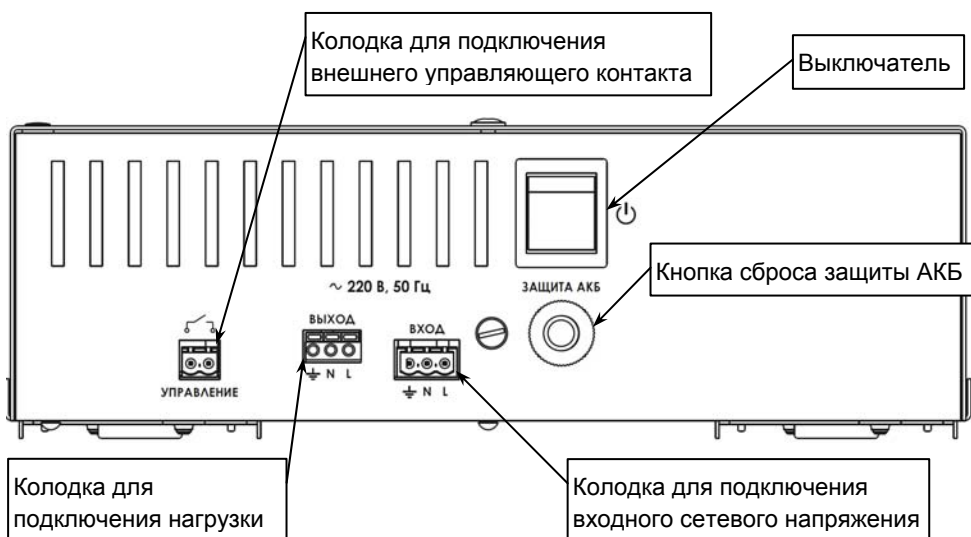
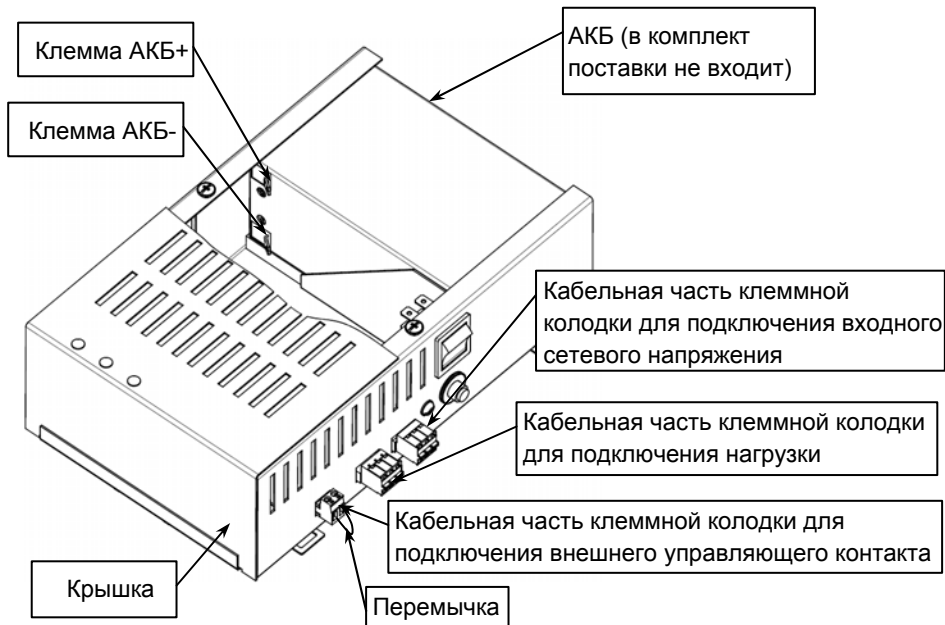

Рисунок 2- вид изделия со стороны подключения
Рисунок 3 — расположение АКБ и кабельных частей колодок
**Включение изделия** осуществляется выключателем  (см. рисунок 2). Клеммы колодки «УПРАВЛЕНИЕ» должны быть замкнуты внешним управляющим контактом или перемычкой (см. рисунок 3). После включения, изделие в течение 20 секунд тестирует состояние входного сетевого напряжения, индикатор «РЕЗЕРВ» светится. Если уровень сетевого напряжения находится в допустимом диапазоне, изделие подключает нагрузку к источнику сетевого напряжения, индикатор «РЕЗЕРВ» гаснет, индикатор «ОСНОВНОЙ» включается. В противном случае изделие питает нагрузку от АКБ (режим «РЕЗЕРВ»).
- открыть корпус изделия, сняв крышку и разместить в нем АКБ (см. рисунок 3);
- подсоединить к кабельной части разъемной колодки «УПРАВЛЕНИЕ» провода для подключения внешнего управляющего контакта или проводную перемычку (см. рисунок 3);
- Включить изделие выключателем (см. рисунок 2).
Включить изделие выключателем. Изделие выполнит те же действия, что и при работе от сети, за исключением того, что питание нагрузок осуществляется от АКБ. Изделие сразу перейдет в режим «РЕЗЕРВ», индикатор «РЕЗЕРВ» включится (см. рисунок 2).
Изделие включается только в режиме «ОСНОВНОЙ»	Сработала защита изделия по цепи АКБ. Нажать кнопку «ЗАЩИТА» (см. рисунок 2).